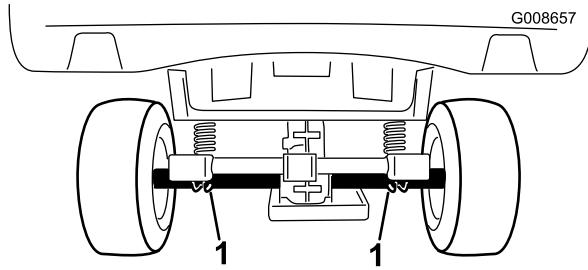

Figure 21
- Le point de levage arrière est situé sous les tubes d'essieu (Figure 21).